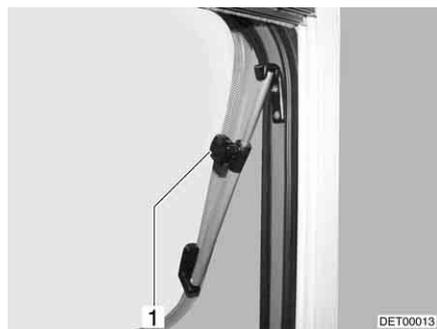

Fig. 59 Ventana abatible con soporte giratorio
- Abrir la ventana abatible hasta la posición deseada y fijarla con el botón moleteado (Fig. 59,1).
- Girar el botón moleteado (Fig. 59,1) hasta que se libere el bloqueo.